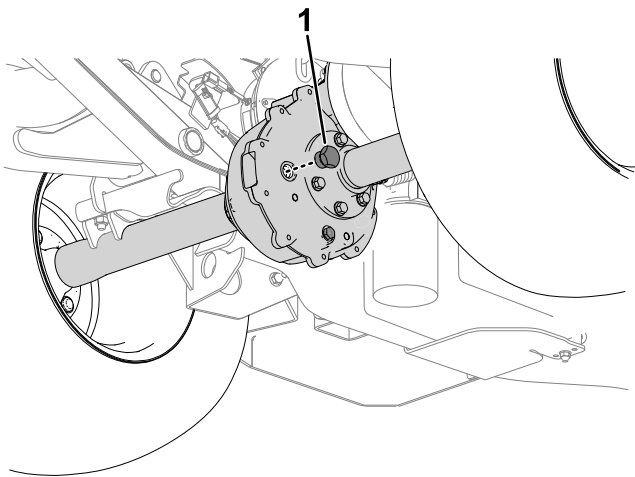

Figura 51
1. Scoateți bușonul de umplere de pe ax (Figura 51).